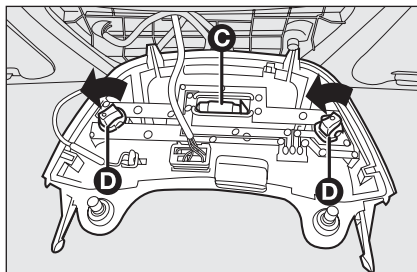

fig. 35
- remplacer l'ampoule centrale **C**-fig. 35 en la dégageant des contacts latéraux et en s'assurant que la nouvelle ampoule soit correctement bloquée entre les contacts mêmes; remplacer les ampoules latérales **D**-fig. 35 en tournant les deux porte-lampes et en enlevant les ampoules montées à pression.